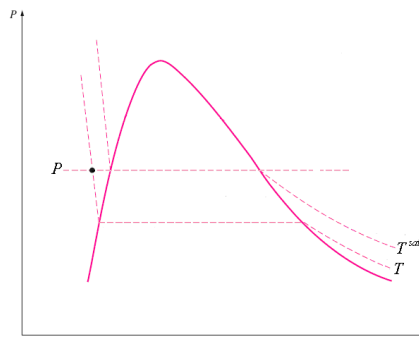

Figura 3.
- $T < T^{sat} \Rightarrow$ Líquido comprimido (Figura 3);